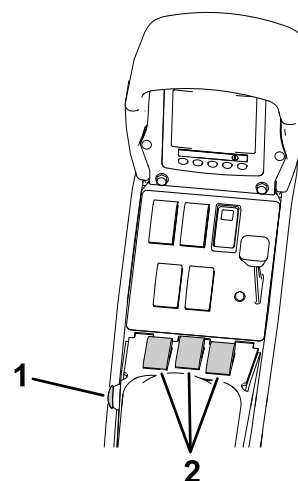
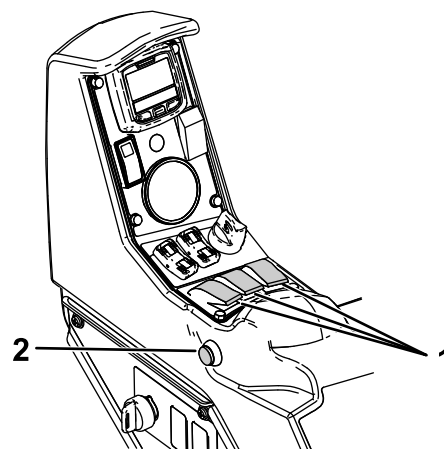

図 9
図 10
6. マスタースイッチを ON にする 図 9または 図 10。
7. 各ブームのスイッチ座席の間にあるを ON にする 図 9または 図 10。